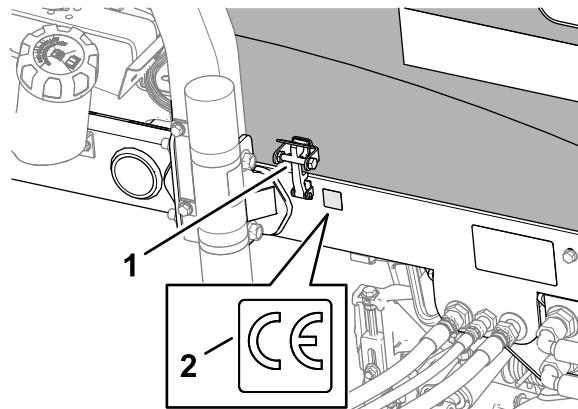

Bild 37
3. Reinigen Sie den linken Rahmen in der Nähe des Motorhaubenriegels mit Alkohol und lassen Sie den Rahmen trocknen (Bild 37).
4. Entfernen Sie die Schutzfolie und bringen Sie den CE-Aufkleber am Rahmen an, wie in Bild 37 dargestellt.